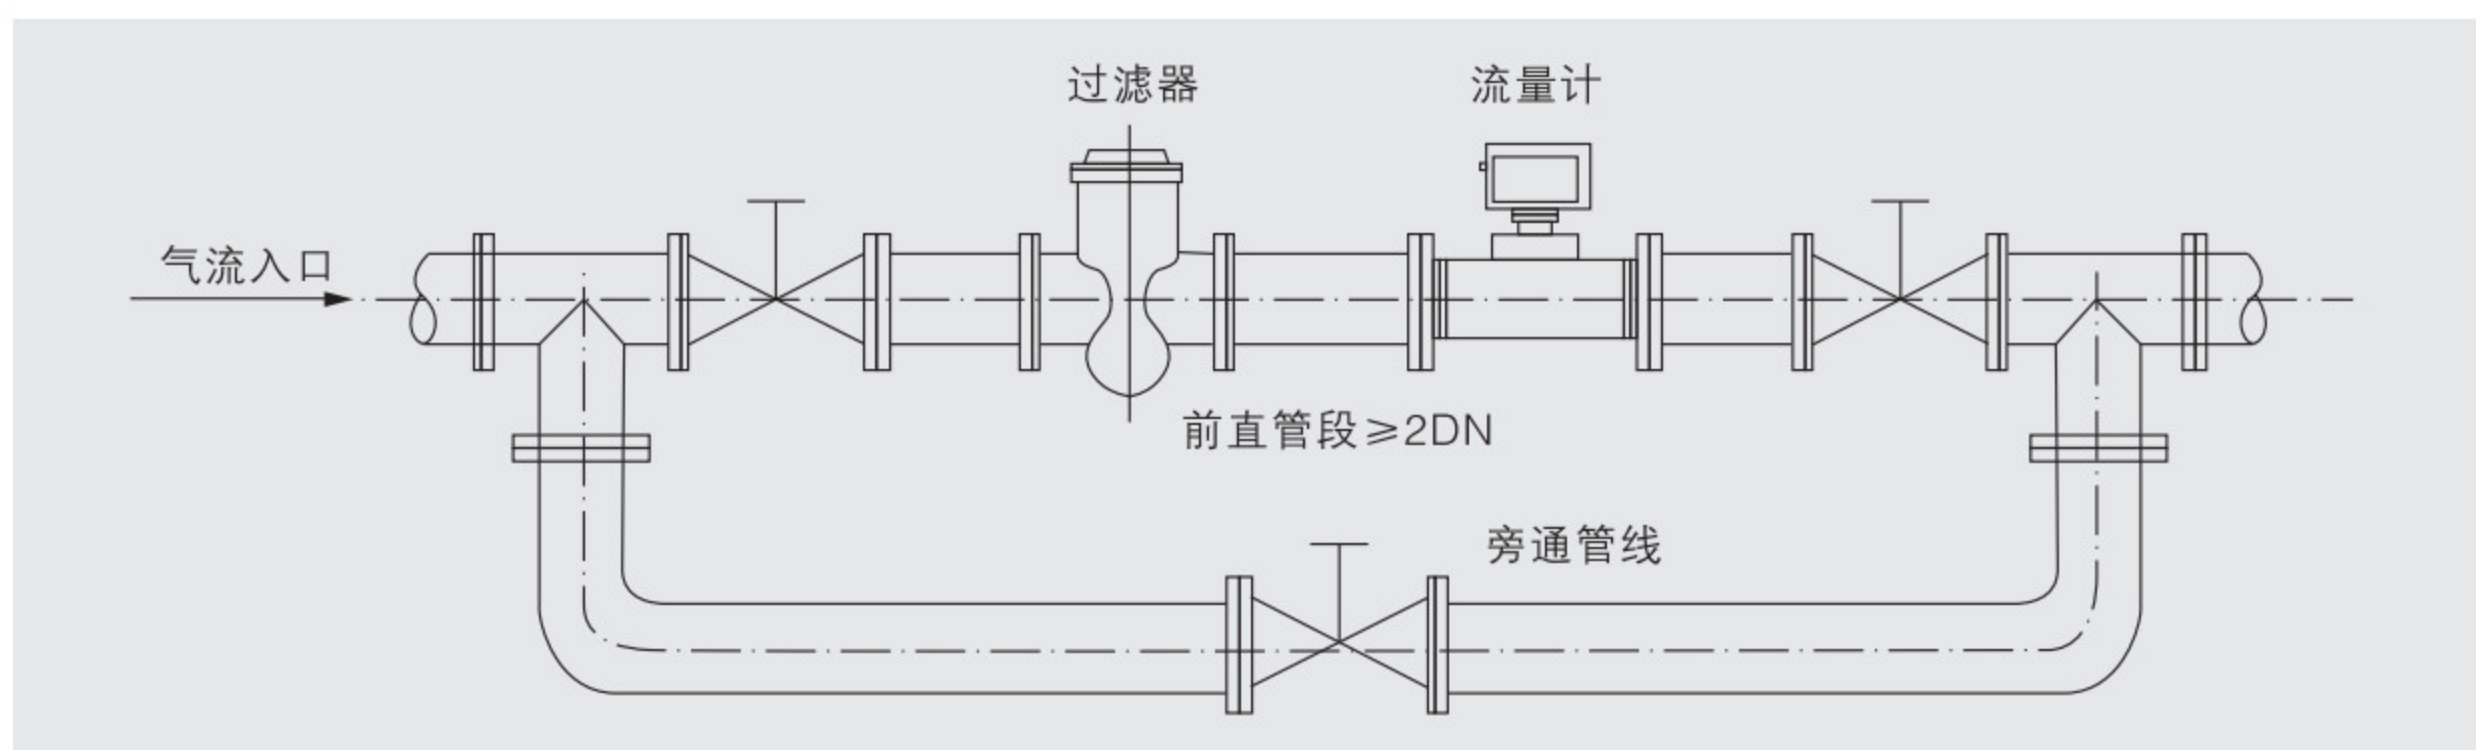

图5 旁通管道安装图
- 为了不影响流体正常输送, 可按图5安装旁通管路, 在正常使用时必须关闭旁通管道阀门;